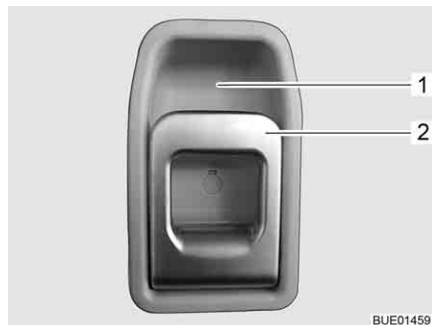

Fig. 46 Serrure de la porte cellule, à l'intérieur
- Tirer sur la poignée (Fig. 46,2). La serrure de la porte est déverrouillée.
- Appuyer sur la poignée (Fig. 46,2) en haut en direction de l'évidement (Fig. 46,1) dans lequel elle repose.